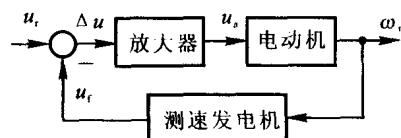

图 1.2 速度控制系统框图
解 (1) 负反馈连接方式为: a↔d, b↔c; (2) 系统框图如图 1.2 所示。